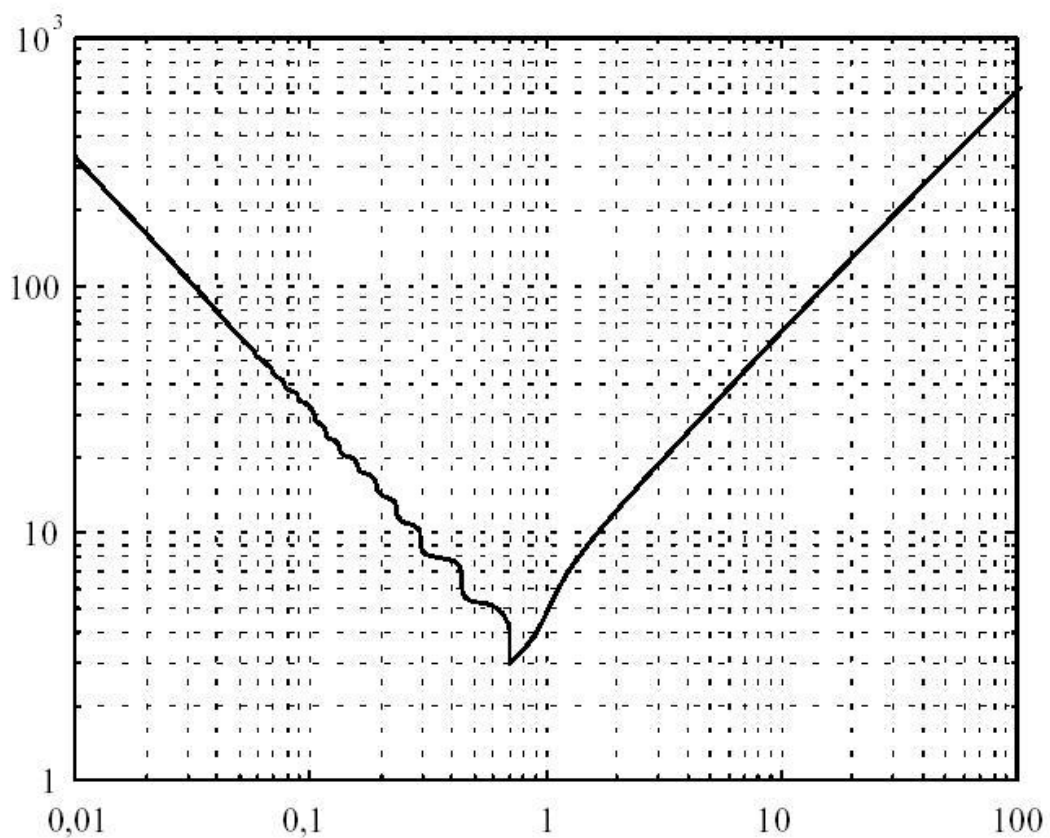

FIG. 3 – Temps de réponse normalisé $\omega_n t_{5\%}$ d'un système du second ordre en fonction de son coefficient d'amortissement ξ
4. En utilisant la figure 3 jointe en annexe, donner le temps de réponse $t_{5\%}$ d'un tel système en fonction de τ . On utilisera pour cela la forme canonique de la fonction de transfert, rappelée dans l'annexe A.